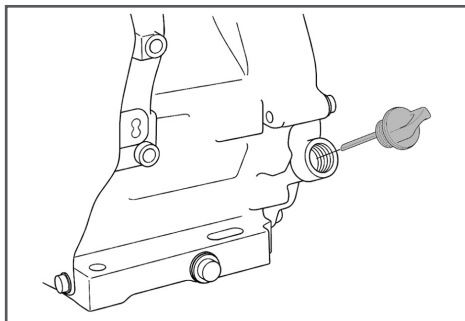

Рис. 7 Крышка-щуп маслосаливной горловины
2. Открутите крышку-щуп маслосаливной горловины и извлеките щуп (Рис. 7).
2. Выкрутите крышку-щуп маслозаливной горловины и извлеките щуп (Рис. 7).